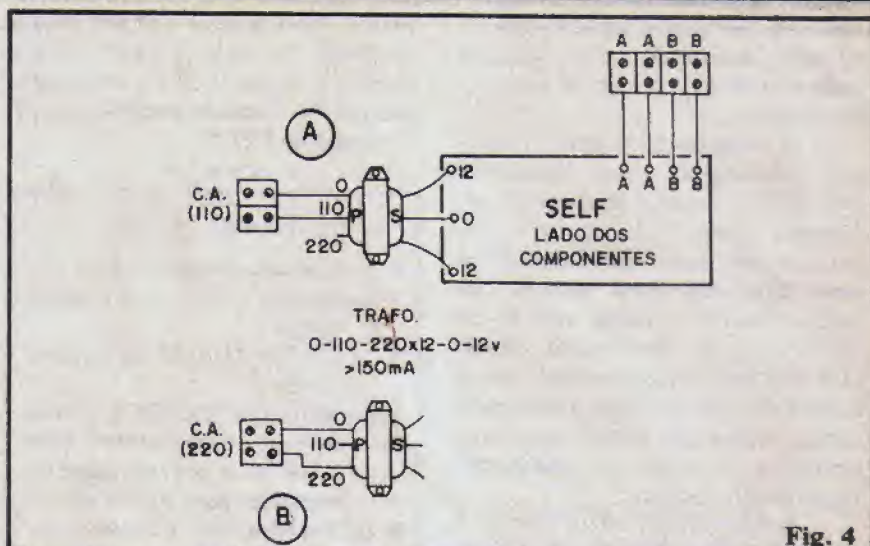

Fig. 4
Satisfeitas as condições anteriores, podem ser feitas as (poucas) conexões externas à placa, mostradas na fig. 4, onde o Circuito Impresso ainda é visto pelo seu lado **não cobreado** (por uma simples questão de "visualização", os componentes sobre a dita placa não são mais mostrados, mas considere que "eles estão lá"...). Muita atenção às ligações do transformador: em (A) temos a conexão para utilização em rede de 110 VCA, e em (B) para rede de 220 VCA. Para a identificação do **primário** (P) e **secundário** (S), lembrar que o primeiro costuma apresentar três fios em cores diferentes, enquanto que no segundo, os fios **extremos** apresentam cores idênticas, diferindo apenas a cor do fio central.
Identificar corretamente a barra de Saldá, com os contatos "A-A" e "B-B". Notar ainda que todas as ligações externas mostradas na fig. 4 devem ser curtas, de modo que o conjunto não se apresente como uma "coisa" cheia de "penduricalhos", deslegante e sujeita a problemas de identificação de fios e ligações...